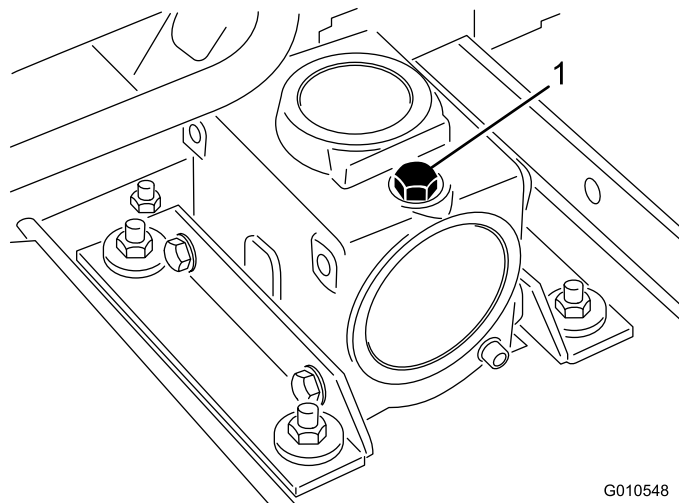

Figura 5
2. Togliete il tappo di riempimento/asta di livello da sopra gli ingranaggi (Figura 5) e verificate che il lubrificante si trovi tra i segni riportati sull'asta. Se il lubrificante è insufficiente, rabboccatelo fino a raggiungere il livello compreso tra i segni.